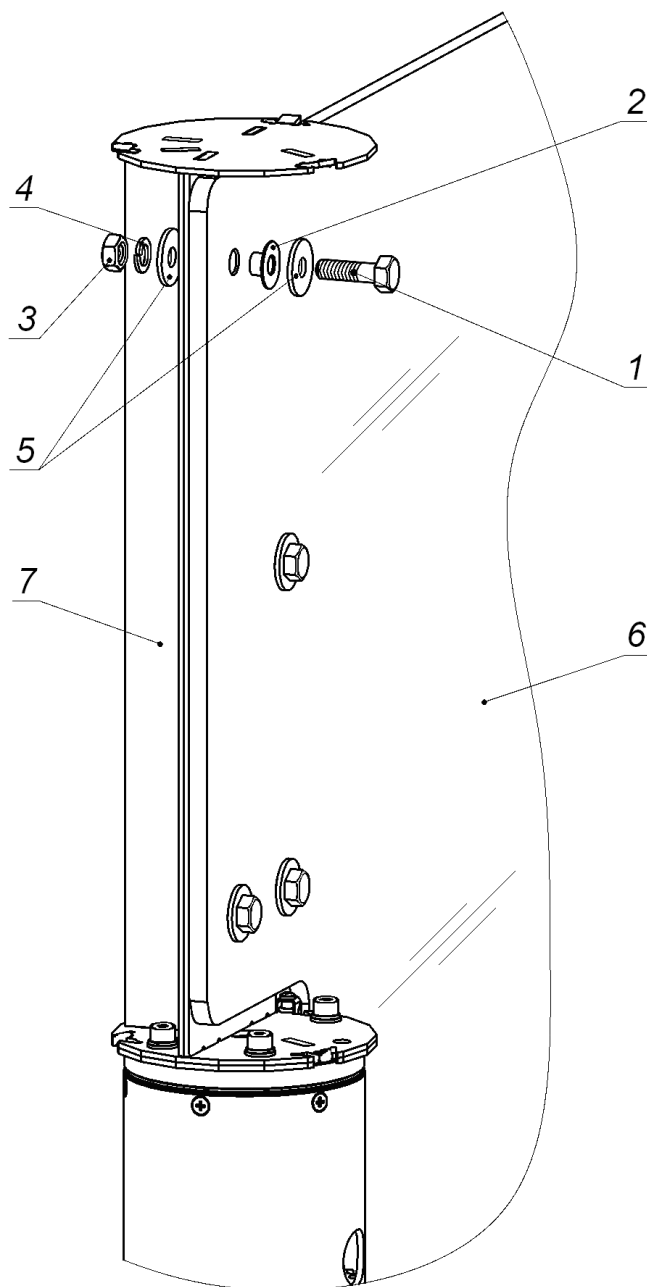

Рисунок 12. Установка створки
13. Произведите монтаж стеклянной створки в соответствии с рис. 12. Для этого закрепите створку (6) на опоре поворотной (7) с помощью деталей (1) – (5).